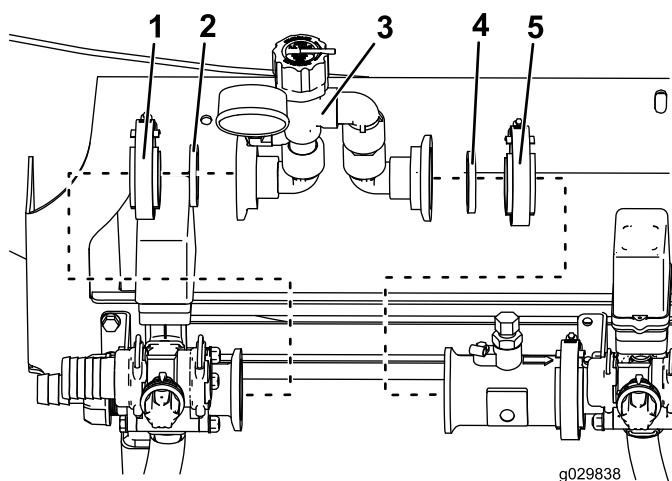

Figura 3
5. Instale a junta existente na união do conjunto de pressão de descarga que corresponde à válvula de agitação (Figura 3).
6. Instale o grampo do parafuso sem fim existente sobre o conjunto de pressão de descarga (Figura 3).
9. Instale a nova junta no lado aberto do corpo do conjunto de pressão de descarga (Figura 3).
10. Instale o novo parafuso sem fim no lado aberto do conjunto de pressão de descarga (Figura 3).